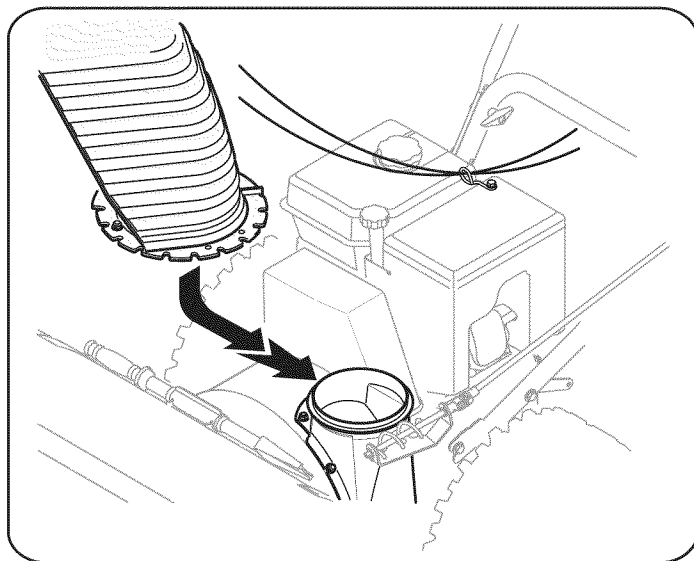

Figura 6
2. Coloque el conjunto del canal en la base del canal tal como se muestra en la Figura 6. Asegúrese de que las muescas del canal engranen con el extremo en espiral del control direccional del canal, y que los dos fijadores de brida se encuentren debajo de la brida sobre la base del canal.
4. Controle que todos los cables del canal estén adecuadamente colocados a través de la guía de cables acoplada al montaje de la manija inferior. Vea la Figura 6.